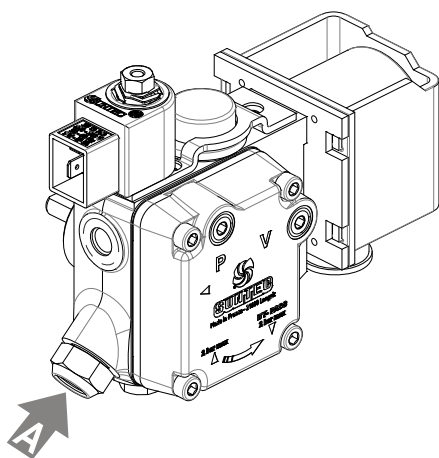
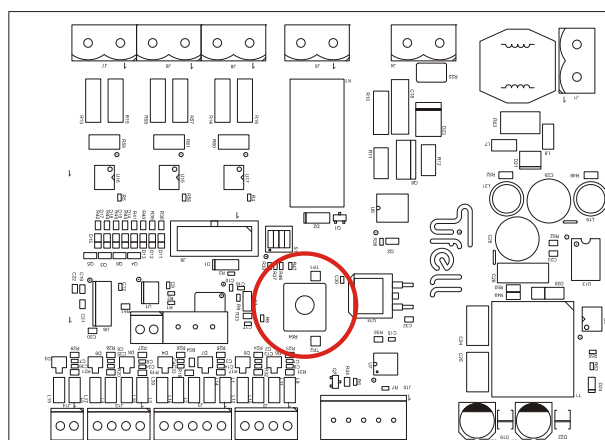

figura 32
figura 33
- Desenroscar el tornillo de presión P (figura 32) y conectar en dicha toma un manómetro sin utilizar latiguillo y conectar el analizador de combustión en el conducto de humos.
<ul style="list-style-type: none"> <li>• Comprobar que la lectura de presión del manómetro que se montado en la bomba de combustible sea 9 bar. En caso contrario actuar sobre el tornillo A (figura 32) en sentido horario para aumentar la presión o en sentido anti-horario para disminuirla.</li> <li>• Una vez conseguida la presión de 9 bar se debe comprobar el valor de CO2 que nos indica el analizador de combustión. Este valor debe de estar comprendido entre 10,0 y 11,5. En caso contrario actuar sobre el potenciómetro del circuito de modulación (figura 33) en sentido horario para aumentar el valor o en sentido anti-horario para disminuirlo hasta alcanzar un valor dentro del rango anterior.</li> </ul>